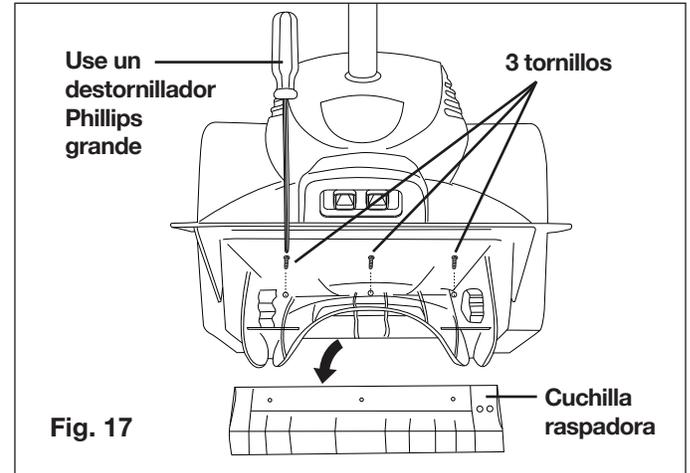

Fig. 17
1. Coloque la barrena de manera que usted pueda tener acceso a los tres (3) tornillos Phillips que aseguran la cuchilla raspadora a la base de la unidad.
2. Usando un destornillador Phillips largo, retire los tres (3) tornillos y la cuchilla raspadora antigua (Fig. 17).